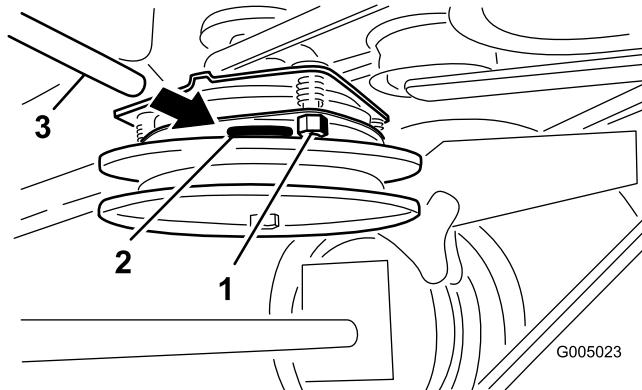

Figura 45
2. Apriete las contratuerca hasta fijar ligeramente la galga pero dejando que ésta se pueda mover con facilidad en la separación (Figura 45).